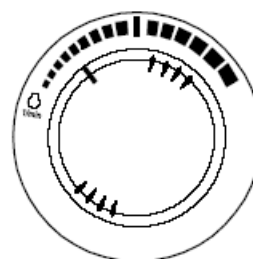

Рис. 7
2. Установить диск скорости двигателя несколько выше отметки низких оборотов холостого хода (LOW IDLE), рис. 7.